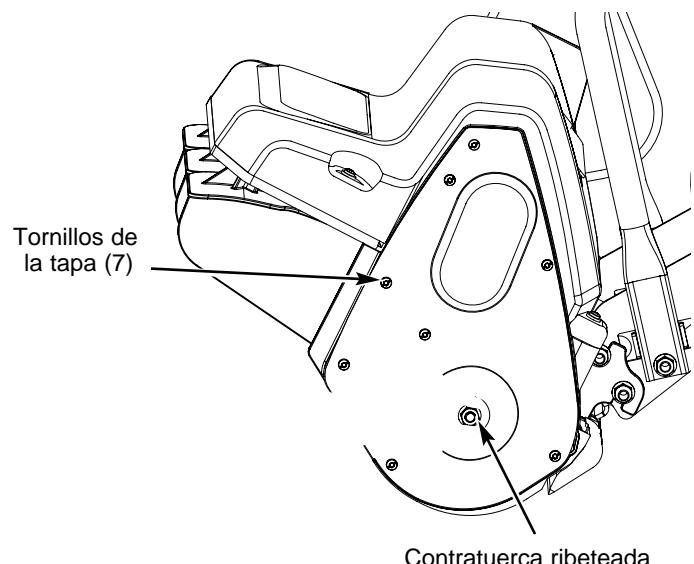

Fig. 9
- Quite la tuerca ribeteada de la tapa de caja de la correa con una llave o copa para tuercas (Fig. 9).
- Quite los siete (7) tornillos de la tapa de la caja de la correa con una herramienta Torx # T20 o con un destornillador de punta plana (Fig. 9).